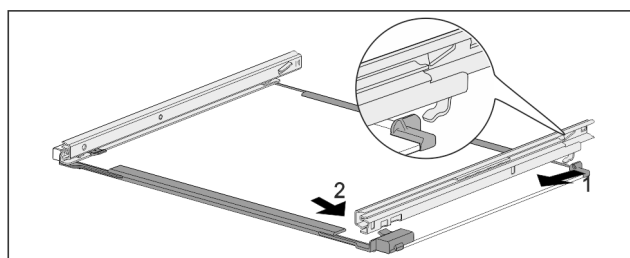

Fig. 83 Sklenená doska s koľajničkami
- Zaháknite koľajničku vzadu. Fig. 83 (1)
- Zaklapnite koľajničku vpredu. Fig. 83 (2)